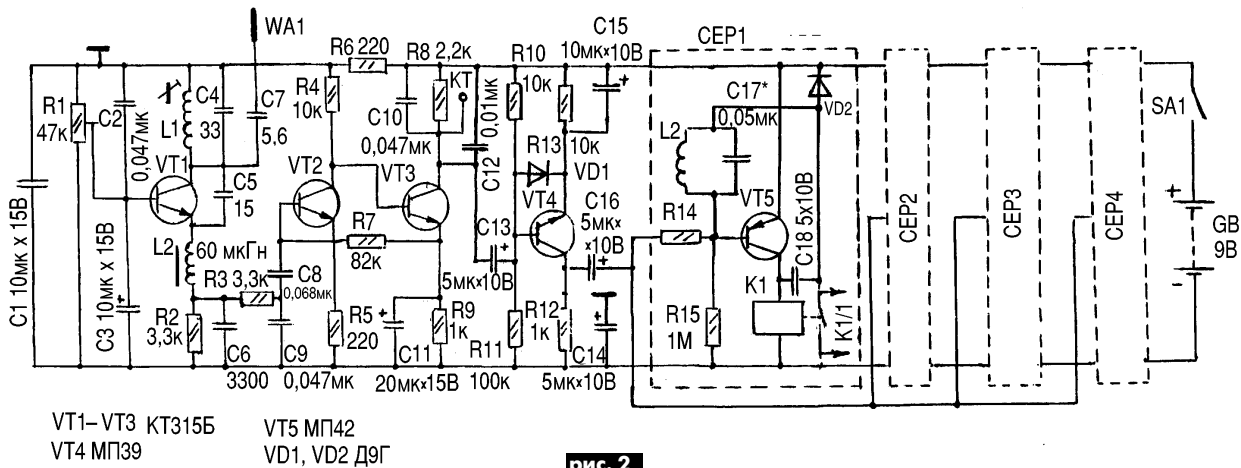

рис. 2
**Приемник.** Каскад на транзисторе VT1 (рис.2) - сверхрегенеративный детектор. Выделенный им командный сигнал звуковой частоты "очищается" фильтром R3C9 от сигналов гашения сверхрегенератора и подается через конденсатор C8 на вход двухкаскадного усилителя звуковой частоты. Усилитель выполнен на транзисторах VT2 и VT3 по схеме с непосредственной связью между ними. С резистора R8 сигнал подается на вход усилителя на транзисторе VT4, задача которого не только обеспечить усиление слабого сигнала, но и ограничить его по максимуму. Это достигается с помощью диода VD1, работающего как детектор, автоматически снижающий усиление каскада при сильных сигналах. С выхода ограничительного каскада усиленный сигнал через конденсатор C16 подается одновременно на входы всех четырех селективных реле (СЕР1-СЕР4). Срабатывает то электромагнитное реле, фильтр которого (L2C17 для СЕР1) настроен в резонанс с частотой командного сигнала.